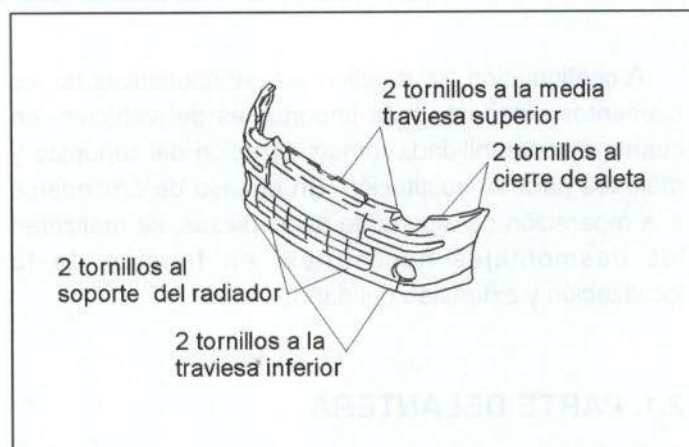

Figura 13.- Unión del paragolpes delantero
En la figura 13, se muestra la fijación de este elemento.
- Paragolpes delantero (figura 13).
- Paragolpes (figura 13).